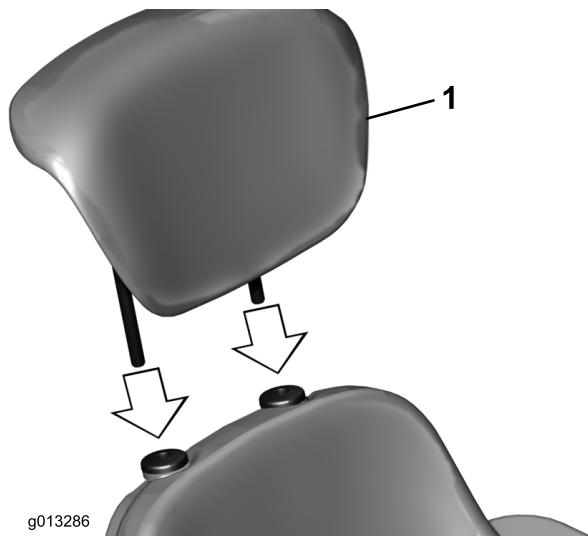

Figura 4
7. Inserite i tubi di prolungamento dello schienale nelle boccole e regolateli all'altezza desiderata (Figura 4).